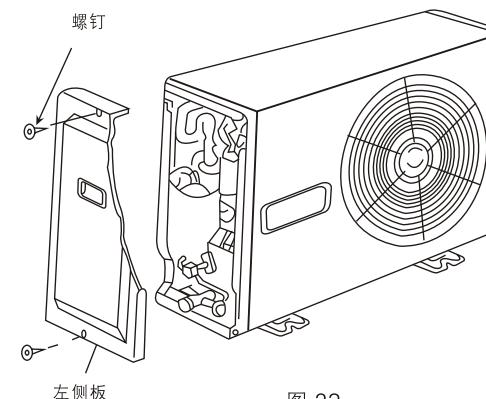

图 23
(1) 将左侧板拆开。(如图23)
(2) 将截止阀的纳嘴与密封帽拆开。